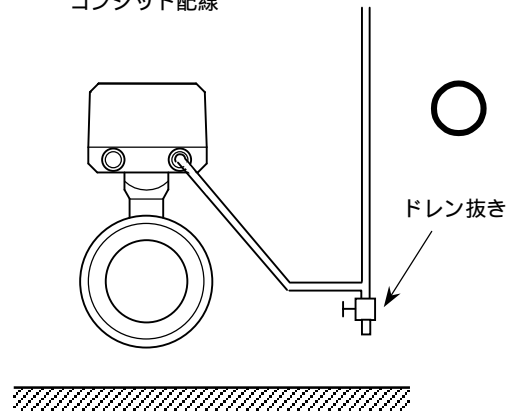

図 1.20
- 4) コンジット配線を行う場合には、図 1.20 に示すように配線接続口から下向きに傾斜を設けて、配線接続口にコンジットを通して水が流れ込まないようにしてください。